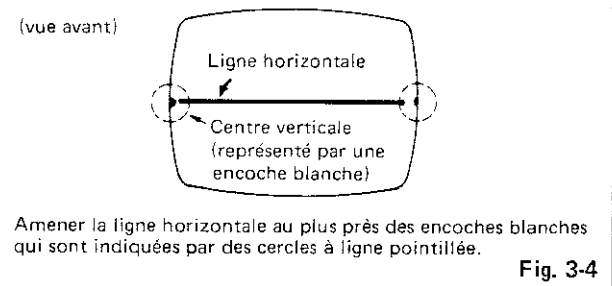

Fig. 3-4
6. Vérifier la position centrale verticale en faisant apparaître une ligne horizontale. A moins que tout soit en ordre, amener la bande au centre en faisant tourner les deux taquets tout en maintenant leur position respective, dans le même sens. (figure 3-4, 5)